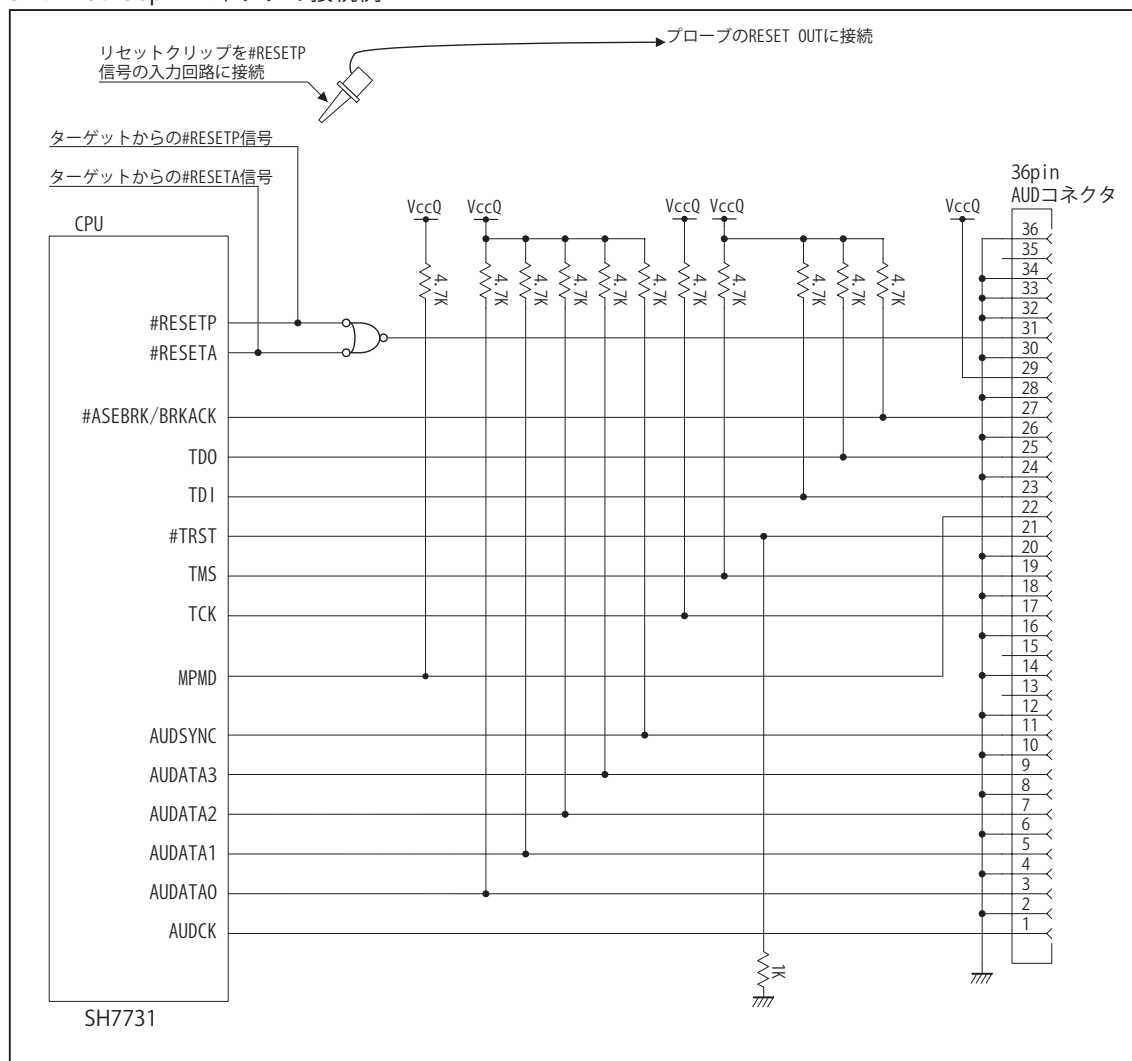

図5. AUD 36pin コネクタ接続図
【※4】#RESETP および #RESETA は図 5 を参照し接続して下さい。
- ・図5に記載されている抵抗値は参考値です。